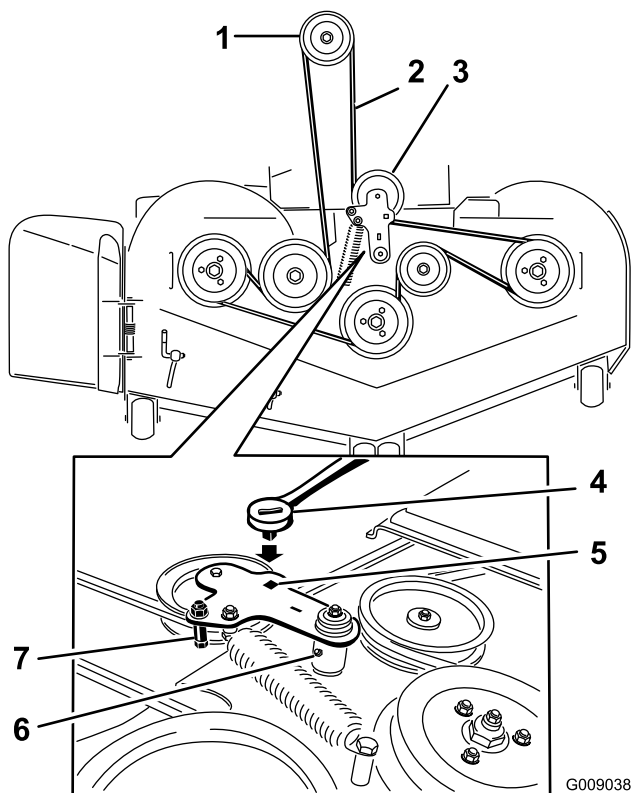

Figura 56
5. Inserite un cricchetto nel foro quadrato del braccio di rinvio per allentare la molla del tenditore (Figura 56).
7. Togliete il guidacinghia dal braccio di rinvio a molla mostrato in Figura 56.
9. Montate la nuova cinghia attorno alle pulegge del tosaerba e alla puleggia della frizione, sotto il motore (Figura 56).
10. Montate il guidacinghia sul braccio di rinvio mostrato in Figura 56.
11. Con il cricchetto nel foro quadrato, montate la molla del tenditore (Figura 56).